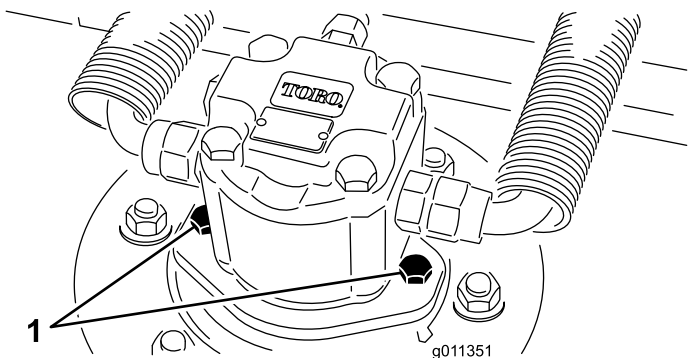

Bild 70
2. Klemmen Sie den Hydraulikmotor vom Mähwerk ab und entfernen ihn (Bild 70). Decken Sie die Spindeloberseite ab, um einer Verunreinigung vorzubeugen.
3. Montieren Sie den Hydraulikmotor am Mähwerk (Bild 70). Stellen Sie sicher, dass sich der O-Ring unbeschädigt in seiner Position befindet.